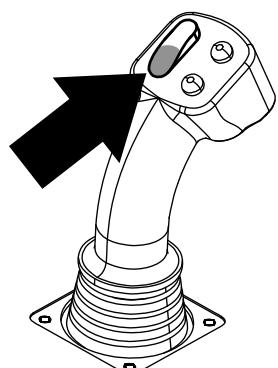
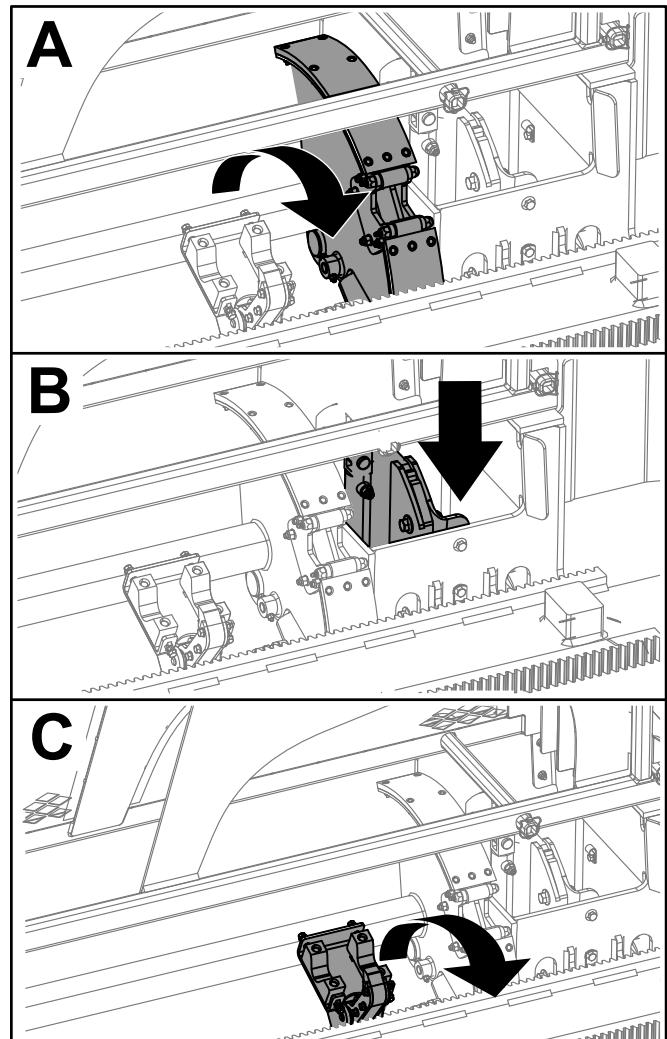

Figure 15
Figure 16
3. Maintenez enfoncé le bouton inférieur droit sur le levier de commande à 8 boutons (Figure 10) ou le bas de l'interrupteur à bascule (Figure 15) sur le levier de commande à 4 boutons jusqu'à ce que les 3 choses suivantes se produisent (Figure 16) :